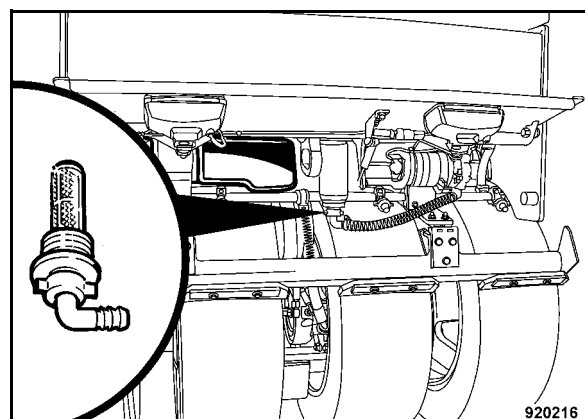

Fig. 150
- Allentare il collegamento a vite, estrarre e pulire il filtro dell'emulsione (Fig. 150).